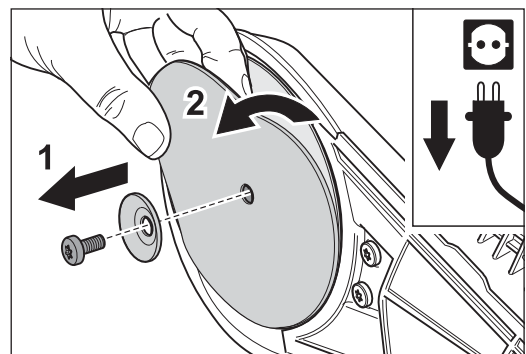

Abb. 17 Die Schraube und die Papierspannscheibe entfernen (1) und die Schleifscheibe abnehmen (2).
- 4 Entfernen Sie die Schraube und die Papierspannscheibe (Abb. 17, 1). Nehmen Sie die Schleifscheibe vom Schleifteller ab (Abb. 17, 2) und legen Sie alle drei Teile zur Seite.